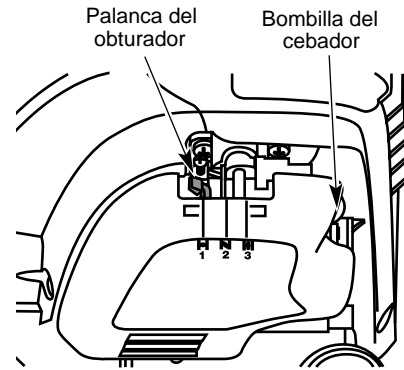

Fig. 21
3. Oprima completamente el cebador y suŸtelo 10 veces. H¶galo lentamente. Se deber¶ ver un poco de combustible en el cebador y en las tuber’as de alimentaci—n de combustible (Fig. 21). Si no puede ver el combustible en el cebador, opr¶malo y suŸtelo tantas veces como sea necesario hasta que vea combustible en el mismo.
4. Coloque la palanca del obturador en Posici—n 1 (Fig. 21).
6. Coloque la palanca del obturador en Posici—n 2 (Fig. 21).
9. Coloque la palanca del obturador en Posici—n 3 (Fig. 21) la unidad est¶ lista para usarse.